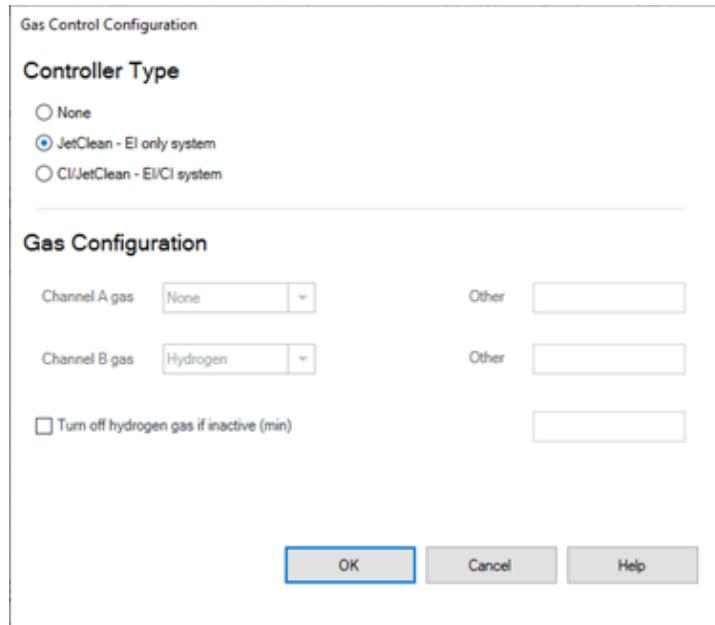

图 1 气体控制配置面板
- 1 在“仪器控制”视图中，选择 **仪器 > 配置 MS 气体** 以显示“气体控制配置”对话框。（请参见图 1。）